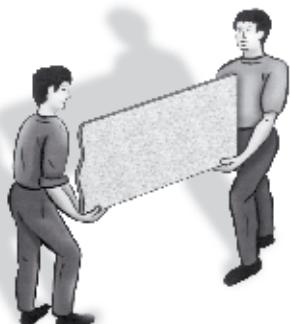

Fig. 2
- 5.4 N'essayez jamais de porter seul les plaques HI-MACS®. Les plaques doivent toujours être soulevées par deux personnes, une à chaque extrémité. Elles doivent être soulevées en position verticale. **Fig. 2.**